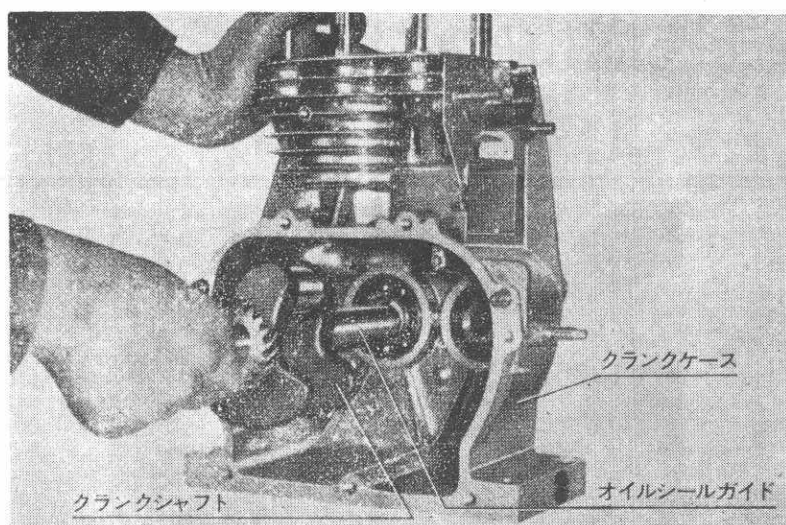

Fig 5-4-1
- ② シリンダヘッド及びピストン頭部に付着しているカーボンは完全に除去し特にピストンリング溝に附着したカーボンは注意して除去する。
- ③ 各オイルシールリップ部の傷の有無を点検し傷のある物は交換する。又、組立時はリップ部にオイルを塗布する。
- ④ ガスケット類は新品と交換する。
- ⑤ キー、ピン、ボルト、ナット類は必要に応じて新品と交換する。
- ⑥ トルク規制のある部分は規定の締付トルクで締付ける様にする。
- ⑦ 組立時は回転部及び摺動部にオイルを塗布する。
- ⑧ 必要に応じて各部のクリアランスの点検及び調整を実施した後に組立てをする。
- ⑨ 組立中主要部を組付けたら、その都度手廻しをして重さや音に注意する。
(2) 組立て順序及び注意事項
① クランクシャフト
- (a) クランクシャフトオイルシールガイドをクランクシャフト先端に組付け Fig 5-4-1 の様にしてクランクケースに組付けます。